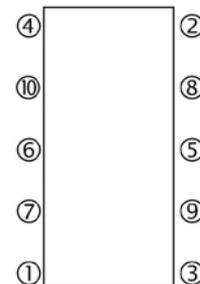

Fig. 11
- Nettoyez et lubrifiez correctement les tirants, positionnez-les, puis serrez les écrous progressivement et uniformément dans l'ordre inverse du démontage indiqué à la Fig. 11 jusqu'à obtenir la cote correcte entre plateaux (cote de serrage) indiquée sur la plaque signalétique. Vérifiez que cette cote est bien uniforme sur tout le pourtour des plateaux. Trop serrer peut déformer les plaques de manière irréversible. Si vous pensez nécessaire de serrer au-delà de la cote préconisée, contactez le service après-vente de RIELLO qui saura vous conseiller.